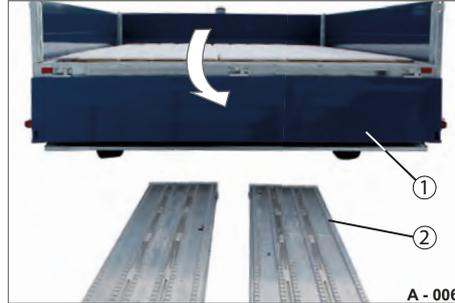

Abb. 10 Heckbordwand, abgeklappt
- ▶ Heckbordwand (Abb. 10/1) vorsichtig abklappen, siehe Seite 175.